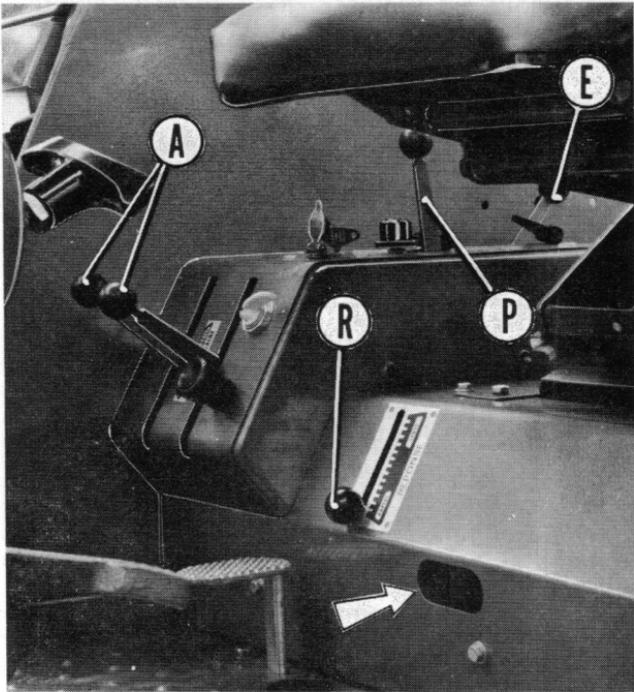

Fig. 35
- Une manette de " Réponse " qui peut se déplacer entre les positions " LENTE " et " RAPIDE " (R fig. 35).